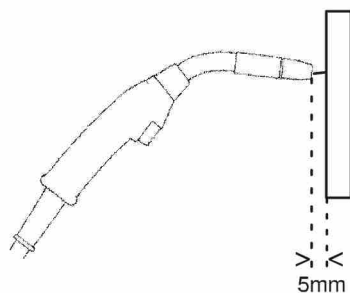

Fig. 1
- Quando se posiciona a tocha a uma distância de aproximadamente 5 mm do pedaço de madeira (fig. 1) as roldanas de alimentação deverão patinar.